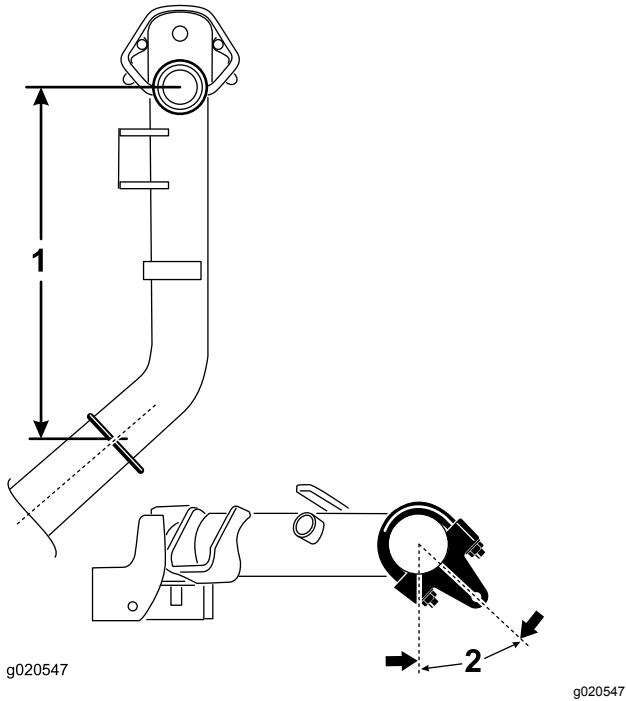

Figura 6
4. Sui bracci di sollevamento n° 2 e 3, posizionate le staffe e i bulloni a U a una distanza di 38,1 cm dietro la linea centrale dello snodo di articolazione (Figura 6).